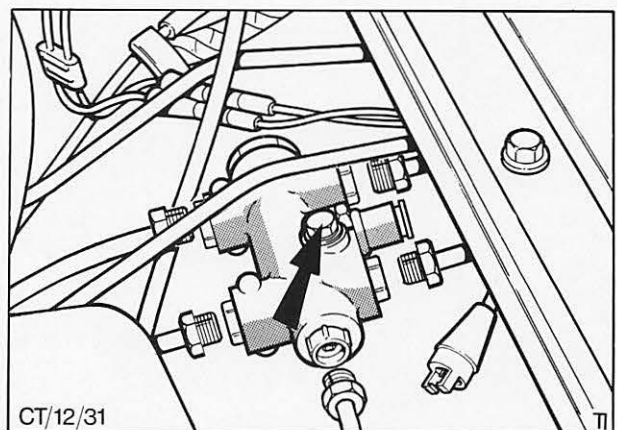

Abb. 80 Befestigungsschraube – Differenzventil
3. Mutter und Schraube entfernen und Differenzventil kompl. abbauen, Abb. 80.